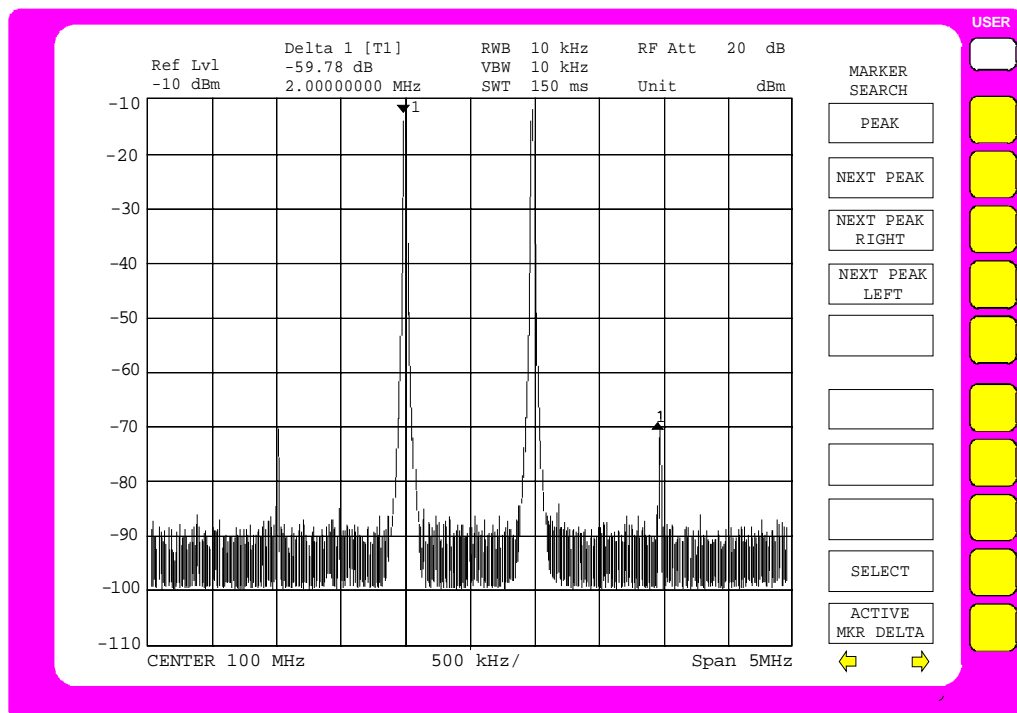

Fig. 2-13 Diagramme de mesure dans le fonctionnement à faible distorsion
- Placer le marqueur sur un produit de modulation au moyen du bouton rotatif (voir figure 2-13).
- Appuyer sur la touche logicielle *NEXT PEAK* jusqu'à ce que le marqueur delta apparaisse sur l'un des produits d'IM (voir figure 2-13).
8. Calcul de la valeur IP3 à partir de la réjection mesurée et du niveau de signal selon (4)